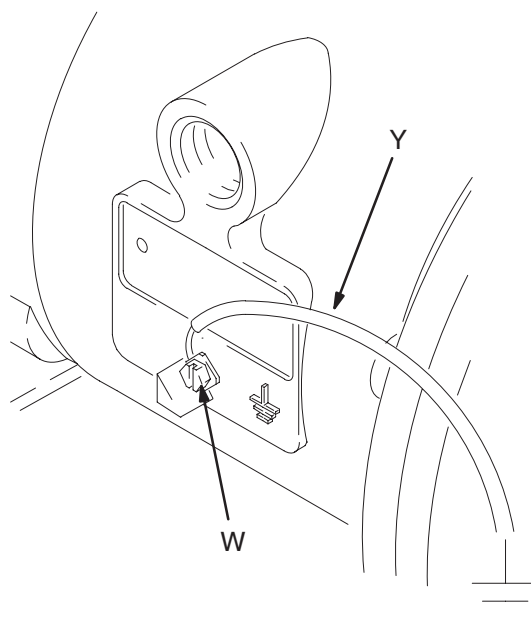

Fig. 1
- **Pompe** : Branchez un fil de terre et un collier comme indiqué dans la Fig. 1. Desserrez la vis de mise à la terre (W). Insérez une extrémité d'un fil de terre (Y) de 1,5 mm² minimum derrière la vis de mise à la terre et serrez-la fermement. Raccordez l'extrémité du collier du fil de terre à une véritable prise de terre. Commandez le fil de terre et le collier référence 819.0157.